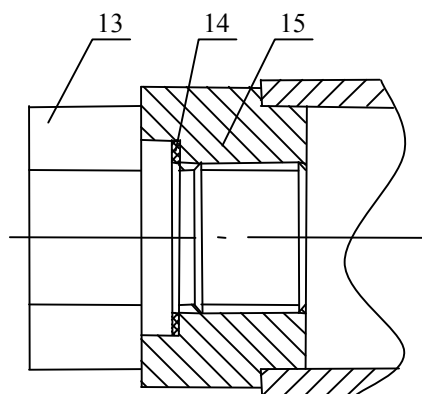

Рис. 3. Узел очистки ТФ-А1.
Узел очистки показан на рис. 3. Он состоит из: пробки 13, прокладки 14 и гайки 15.
5. Демонтированная форсунка ТФ-А1 разбирается, прочищается ее распылитель. Демонтируется пробка 13 в узле очистки (см. рис. 3) и прочищается ствол. Затем форсунка ТФ-А1 собирается, а выходное отверстие узла подвода жидкого топлива закрывается (заглушается) во избежание попадания посторонних частиц в форсунку ТФ-А1.